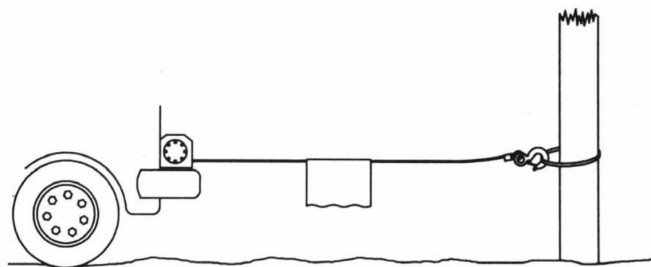

Figura 14
2. Al remolcar una carga, coloque una manta, chaqueta o lona sobre el cable cerca del extremo del gancho (ver Figura 14). Esto ralentizará el retroceso de un cable roto y ayudará a prevenir lesiones graves. Levante el capó para proteger el parabrisas.